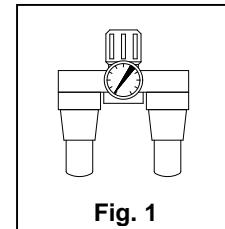

Fig. 1
- 2.3 Instale un conjunto purificador lubricador de aire (fig.1) y purge diariamente el depósito del compresor. El agua existente en una red de aire daña la plataforma.